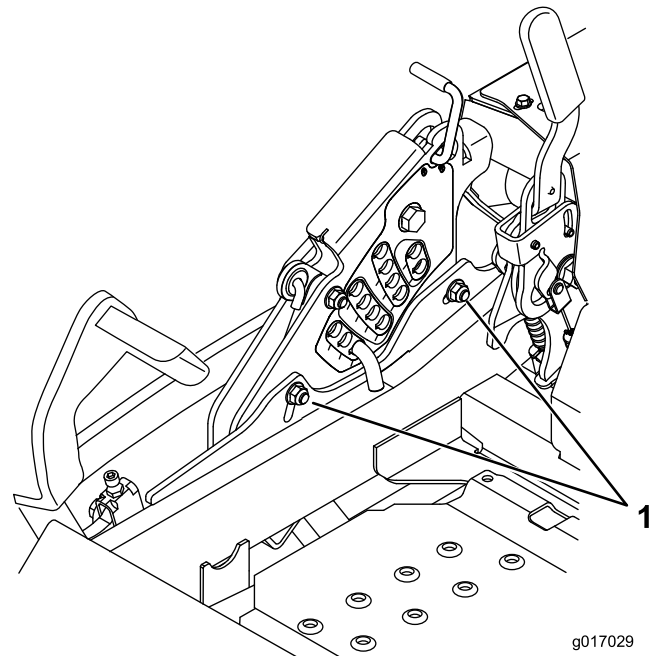

Figura 90
12. Para ajustar el sistema de ajuste de un solo punto, afloje los dos pernos situados cerca del borde inferior de la pletina de altura de corte. Consulte Figura 90.
- Apriete los dos pernos situados cerca del borde inferior de la pletina de altura de corte (Figura 90). Apriete a 37–45Nm (27–33pies-libra).